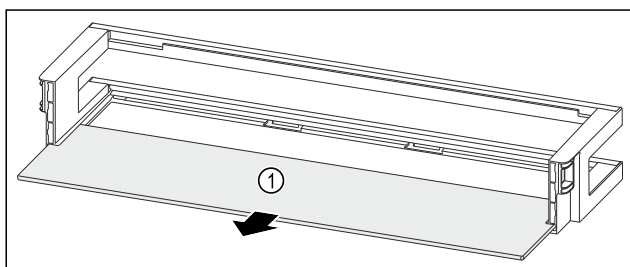

Fig. 50 Durvju plaukts ar plauktu
- ▶ Izņemiet plauktu Fig. 50 (1).